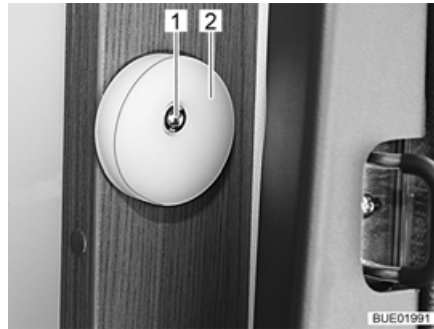

Fig. 119 Guida del letto basculante
- Svitare il bullone (Fig. 119,1).
- Regolare il disco della guida (Fig. 119,2).
- Stringere il bullone (Fig. 119,1).